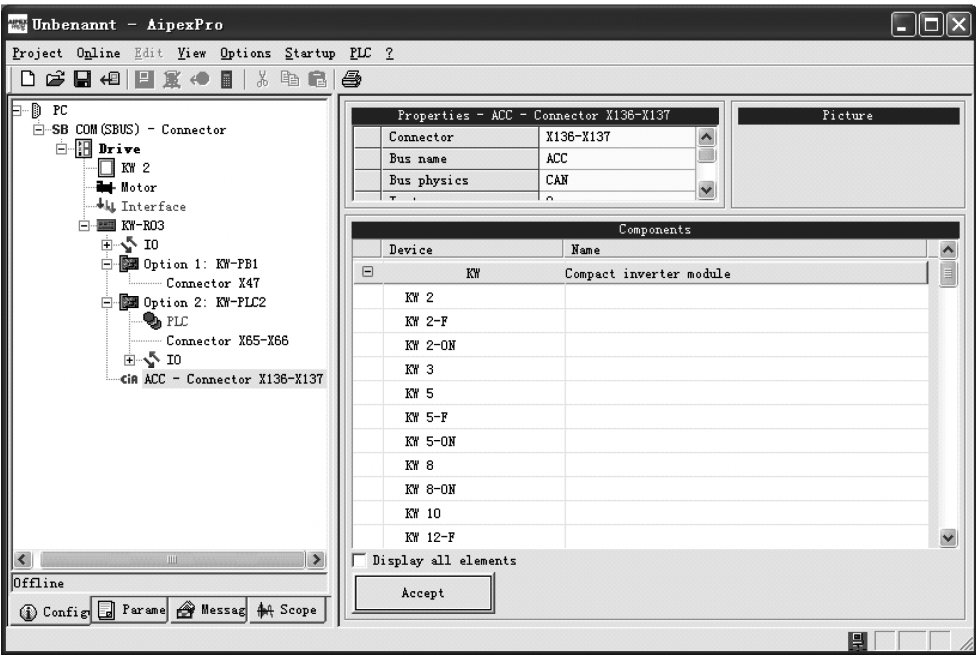

图 4-12 ACC 总线从站模块选择
9) 配置 ACC 从站：点击左侧结构树 **ACC - Connector X136-X137**，右侧出现 KW 从站模块，如图 4-12 所示。